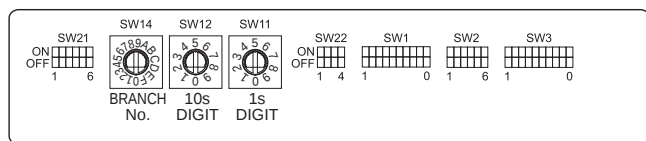

Fig. 6-4
6.4. Configurar las direcciones (Fig. 6-4)
6.5. Ajuste del interruptor para diferentes alturas de techo (Fig. 6-4)
6.6. Detectar la temperatura ambiente con el sensor integrado en un mando a distancia (Fig. 6-4)